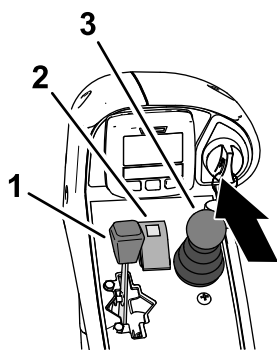

Figura 46
2. Asegúrese de que el mando de la TDF está en la posición de DESENGRANAR (Figura 46).